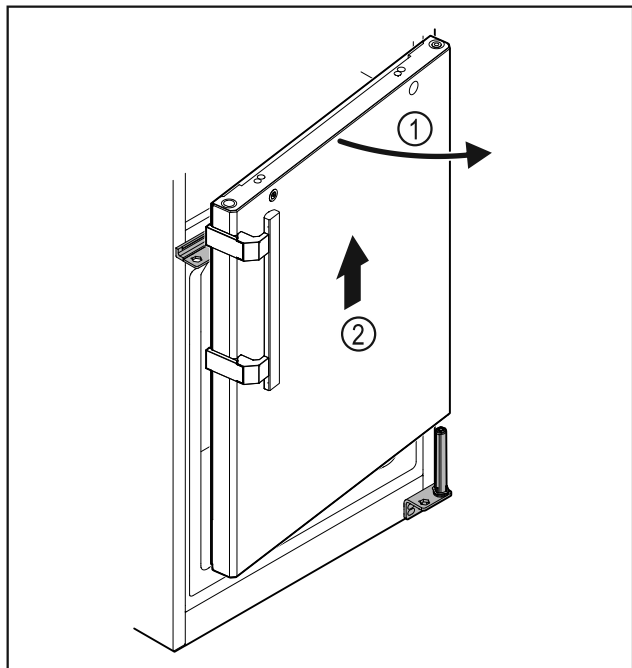

Fig. 23
- Aprire di poco la porta Fig. 23 (1), sollevarla di ca. 200 mm verso l'alto in senso orizzontale e rimuoverla Fig. 23 (2).